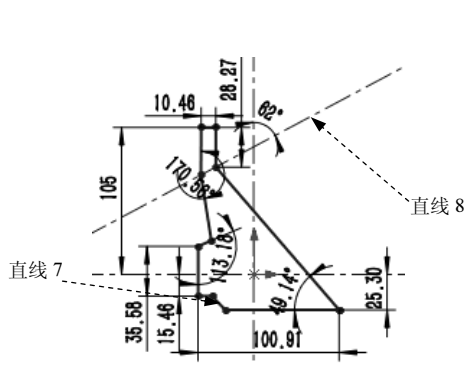
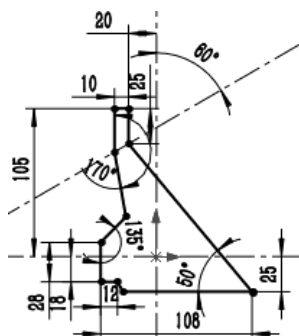

图 9.4 添加尺寸约束
图 9.6 添加几何约束
选择下拉菜单 **工具(T)** → **标注尺寸(S)** → **智能尺寸(S)** 命令, 添加完成后如图 9.4 所示 (注: 此处尺寸大小不限, 只需保证图形大体的形状即可)。
Step 1 双击图 9.4 所示的尺寸值, 在系统弹出的“修改”文本框中输入 10, 单击 ☒ 按钮, 然后单击“尺寸”对话框中的 ☒ 按钮。
Step 3 添加“垂直”约束。选择图 9.4 所示的直线 7、直线 8, 系统弹出“属性”对话框, 在 **添加几何关系** 区域单击 **垂直(U)** 按钮。添加完成后如图 9.6 所示。